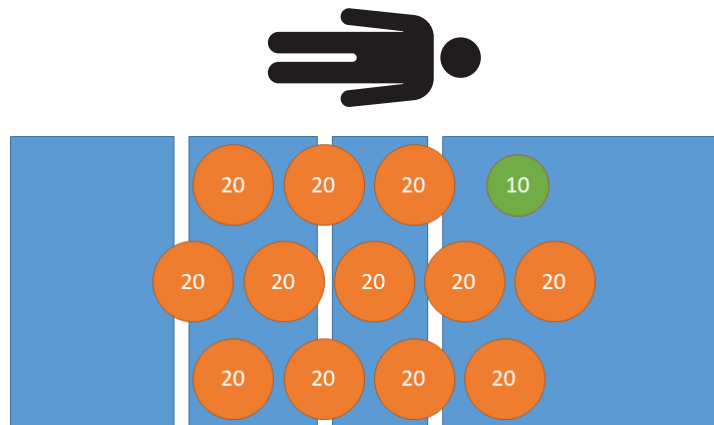

図 23 – 重量性能試験 - 250 kg
6. 較正済み分銅を使用して、250 kgを製品に載せます (図 23)。